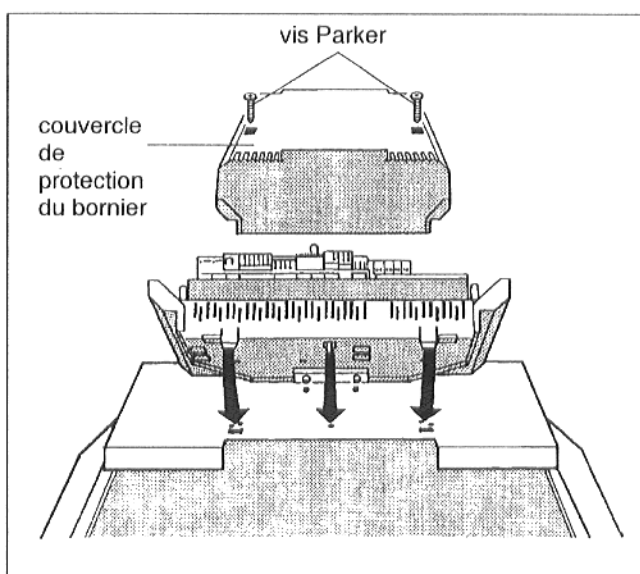

Fig. 15
- Enlever les deux vis du couvercle de protection du bornier de l'appareil de régulation. Retirer le couvercle de protection du bornier (Fig. 15).
- Remettre le couvercle de protection du bornier en place et le visser à l'appareil de régulation (Fig. 15).
- Poser le couvercle du bornier et le visser à l'aide de 2 vis Parker (Fig. 15).